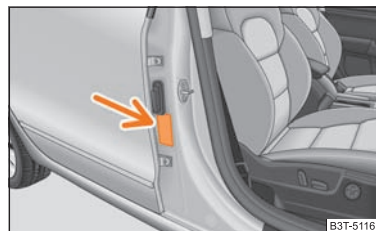

Fig. 162 Autocolant pe stâlpul central al ușilor, partea pasagerului din dreapta
- Asupra acestui aspect atenționează și autocolantul amplasat pe partea dreaptă, pe stâlpul central al ușilor ⇒ fig. 162. Eticheta poate fi observată după deschiderea ușii pasagerului din dreapta. În unele țări, eticheta este lipită și pe parasolarul pasagerului din dreapta.